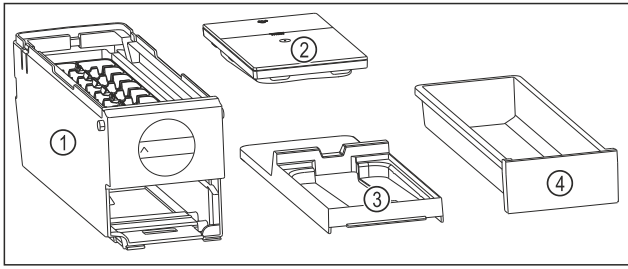

Fig. 120 Bestandteile des EasyTwist-Ice
- ▶ EasyTwist-Ice ist in vier Teile zerlegt. (siehe Fig. 120)
- ▶ EasyTwist-Ice nur in abgebildete Bestandteile zerlegen. (siehe Fig. 120)
- ▶ EasyTwist-Ice-Korpus Fig. 120 (1) als Ganzes reinigen.